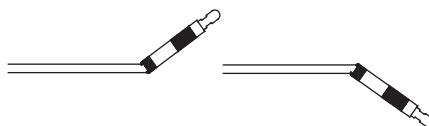

Figura 6
2. A continuación, enderece el empujador, y continúe dobrándolo y enderezándolo hasta que el tubo del empujador se abra exponiendo el elemento a liberar (Figura 6).